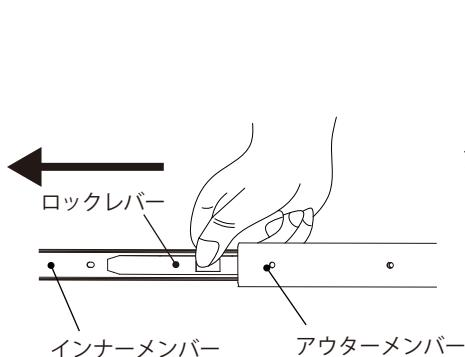

図 4
- ①ロックレバーを押し込んでロックを解除して、インナーメンバーをアウターメンバーから取り外してください。(図 4)